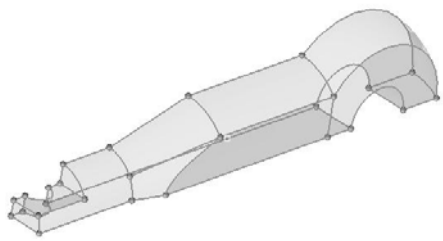

图 5-50 删除临时节点
(3) 单击 delete entity 按钮，删除掉多余的实体。
(4) 进入 Geom>temp node 面板，单击绿色的 clear all 按钮，删除掉多余的临时节点，如图 5-50 所示。